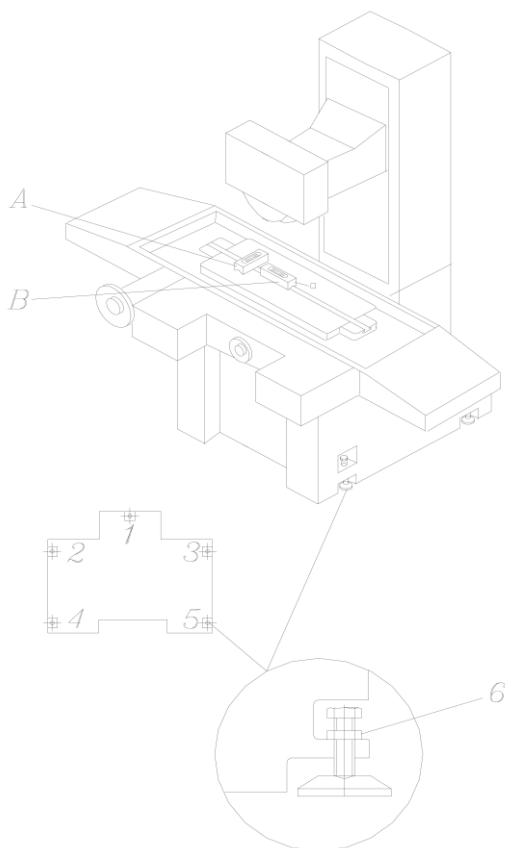

Рис. 4.5
(1): На Рис.4.5 показана схема проверки. Убедитесь, что стол станка находится в среднем положении. Поместите точный уровень на столе станка, в двух взаимноперпендикулярных положениях, сначала в поперечном (А), затем в продольном (В).
(7): Если пузырь уровня в пункте (5) и/или (6) смещается больше чем  $0,02/1000$  мм, пожалуйста, повторите еще раз последовательность действий (1), (2), (3) и (4).